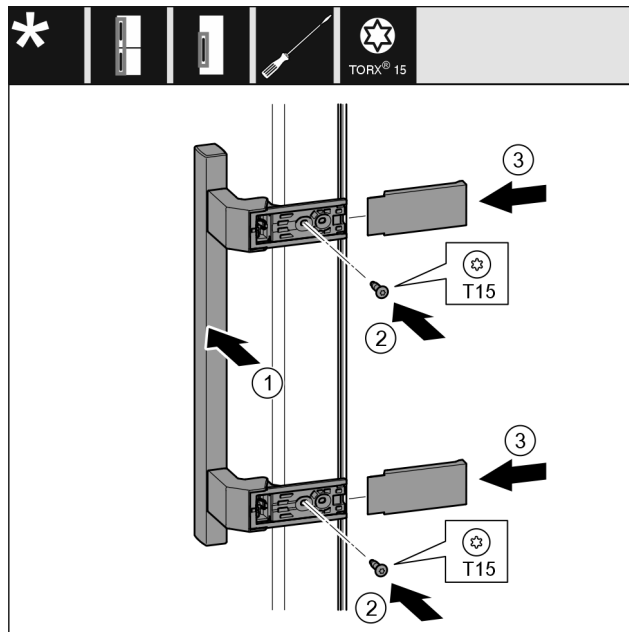

Fig. 35
- ▶ Установите ручку Fig. 35 (1) на противоположной стороне.
- ▶ Затяните винты Fig. 35 (2) отверткой.
- ▶ Установите крышки Fig. 35 (3) сбоку и надвиньте их.